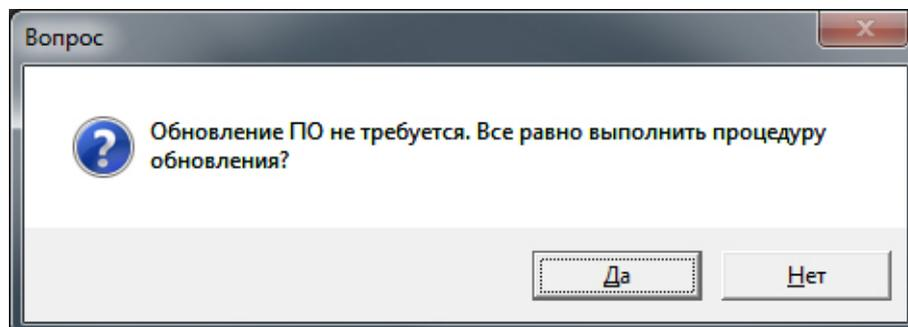

Рисунок 5 – Выбор необходимости обновления ПО
2.5. Программа произведет проверку текущей версии ПО (рисунок 5).